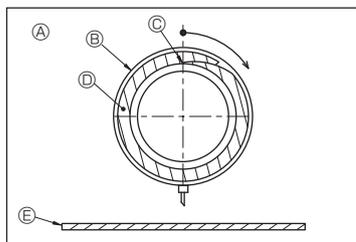

Abb. 3-6
5. Den Drainageauslaß und die Ablaufmuffe mit Isoliermaterial ⑦ isolieren, dann das Material mit einem Bänder sichern. (Sowohl Isoliermaterial als auch das Bänder werden mit der Anlage geliefert.) (Abb. 3-6)
[Abb.3-6]